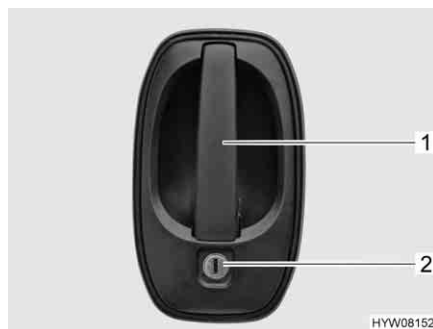

Fig. 28 Serratura della porta conducente, lato esterno
- Inserire la chiave nel cilindro della serratura (Fig. 28,2) e ruotare fino a quando la serratura della porta si sblocca.
- Tirare la maniglia della porta (Fig. 28,1). La porta è aperta.
- Inserire la chiave nel cilindro della serratura (Fig. 28,2) e ruotare fino a quando la serratura della porta si blocca.